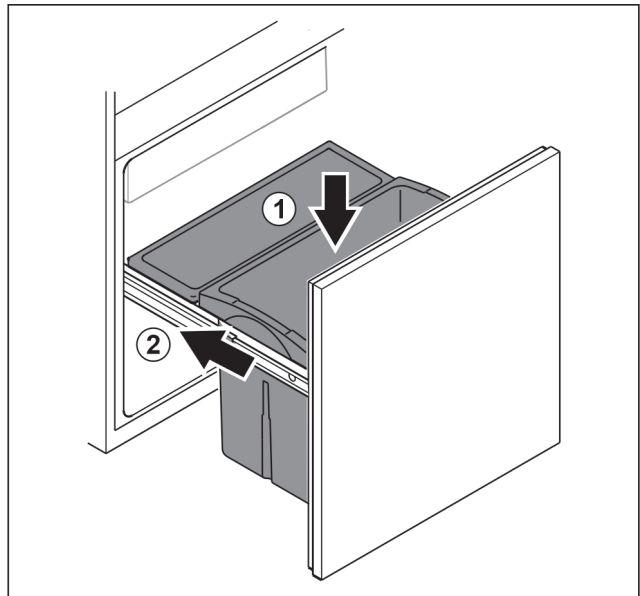

Fig. 98
- ▶ Вставьте выдвижной ящик сверху. Fig. 98 (1)
- ▶ Вставьте выдвижную тележку. Fig. 98 (2)